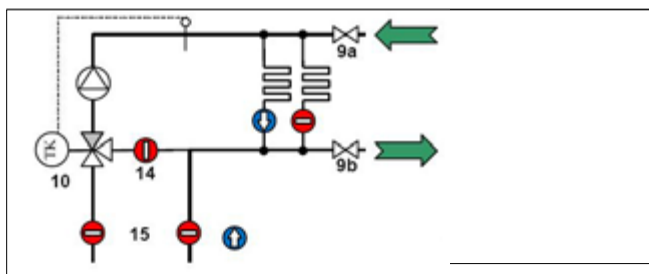

Fig. 8-4
7. Per riempire e sciacquare i circuiti di riscaldamento, collegare il flessibile di carico alla valvola di carico/scarico sulla mandata (9a, Fig. 8-4) e il flessibile di scarico alla valvola di carico/scarico sul ritorno (9, Fig. 8-4).
**La valvola di non ritorno (14) del bypass di miscelazione evita qualsiasi sbilanciamento durante le operazioni di risciacquo.**